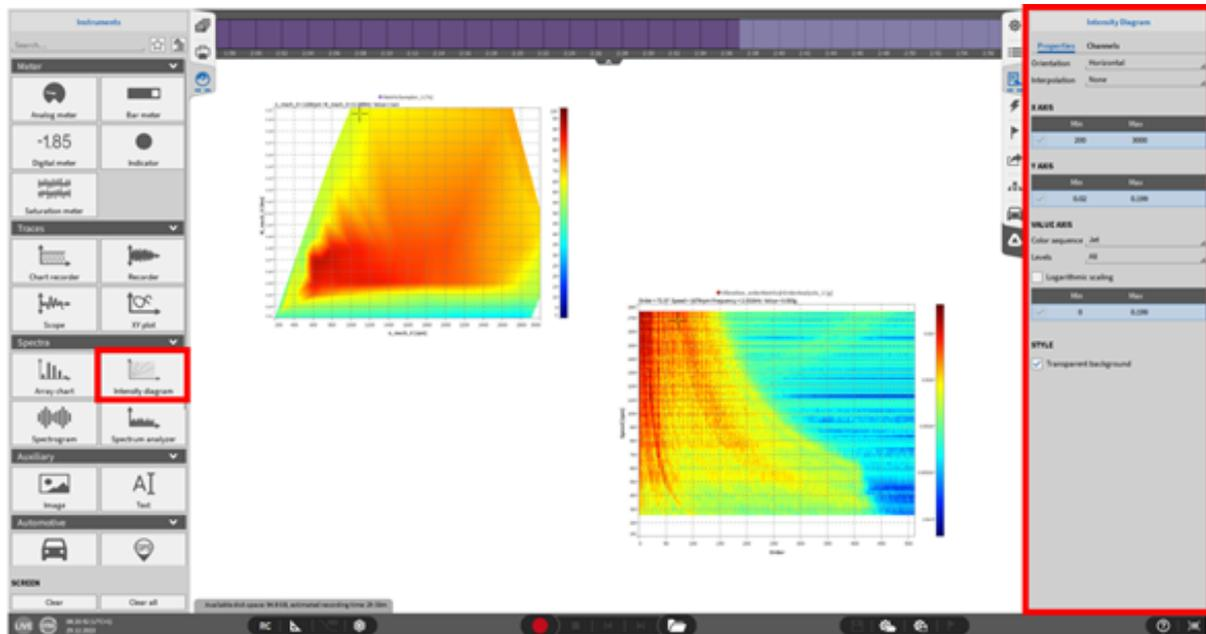

Abb. 8.102: Heatmap - Übersicht
- Wählen Sie verschiedene Level, um eine definierte Abstufung mit schwarzem Rand zu erhalten. Die linke Matrix in Abb. 8.102 zeigt keine Abstufung und die rechte Matrix hat eine 10-stufige Abstufung.